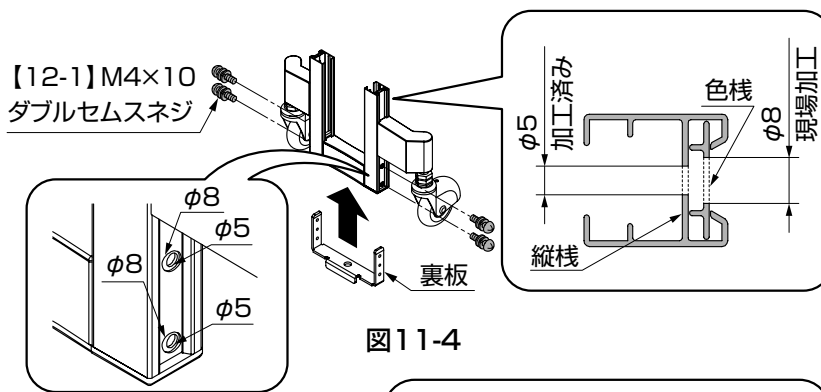
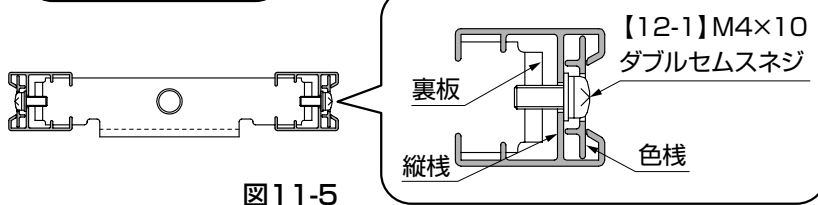

図11-4
図11-5
- ①色棧にのみφ8孔をあけてください。色棧にはφ5の下孔があいています。(図11-4参照)
- 縦棧には、φ8孔をあけないでください。(図11-4、図11-5参照)
- ②裏板を縦棧に【12-1】で組付けてください。(図11-4、図11-5参照)
(3) PG型R センターシャフトの組付けおよび転倒防止受金具の施工